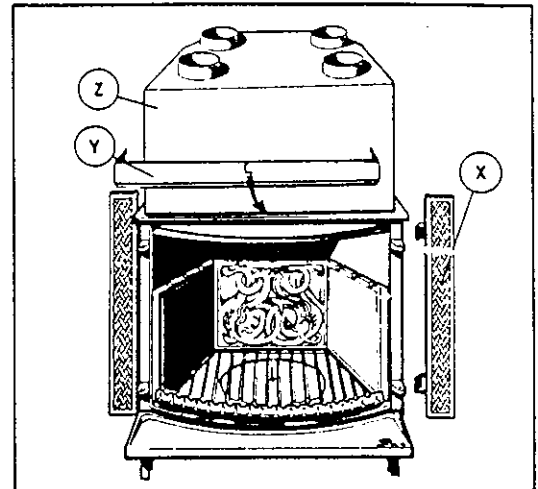

Fig. 10
SIDE TRIM PANELS, RUSTIC AND CLASSIC, X. Fig. 10
TOP TRIM PANELS (Y). Fig. 10